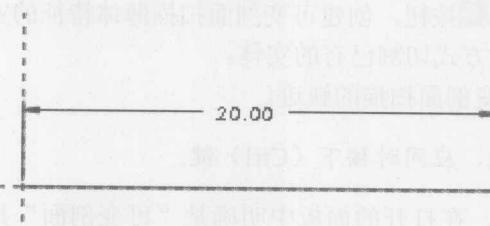

图 1-6
2) 以 FRONT 基准面为草绘平面, 以 RIGHT 基准面作为参照面, 绘制如图 1-6 所示的曲线。